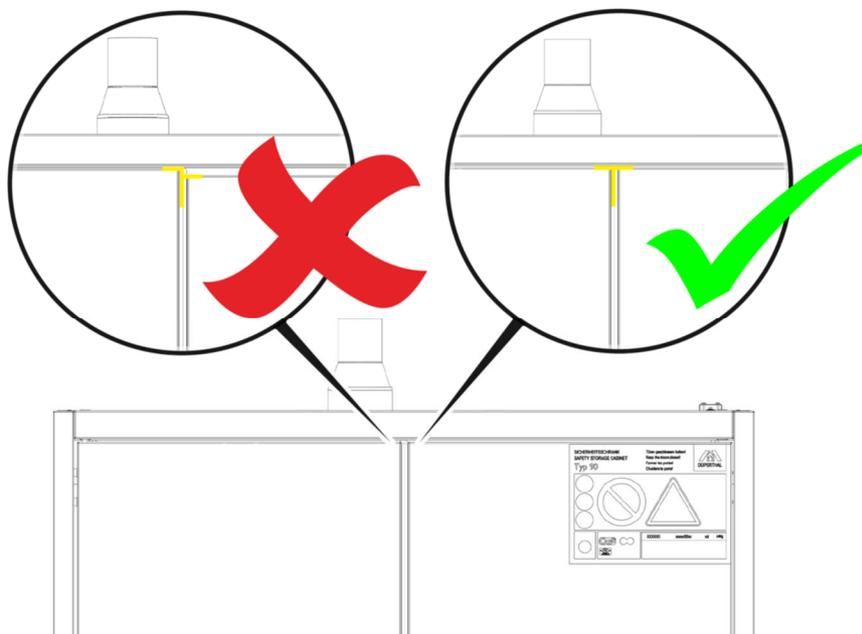

Fig. 15 : Contrôler l'alignement
- ➔ Contrôler l'alignement de l'armoire de sécurité (Fig. 15).
- Contrôler l'alignement de l'armoire de sécurité (Fig. 15).